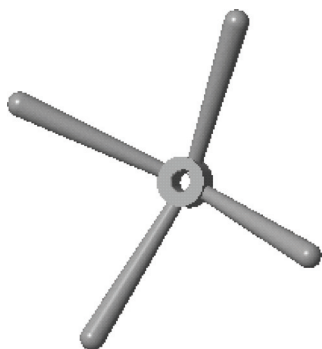

图 12-63 打开模型文件
STEP 01 单击快速访问工具栏中的“打开”按钮，打开模型文件，如图 12-63 所示。